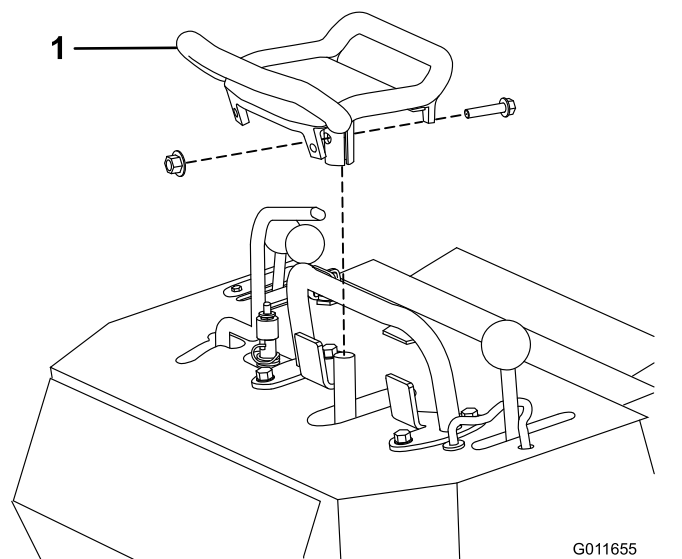

Figura 3
2. Retire la palanca de control de tracción (Figura 3).